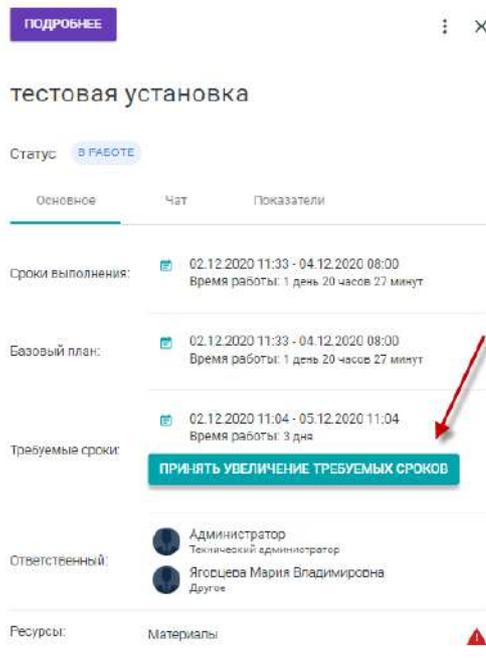

Рисунок 56 — Карточка ПР в режиме просмотра
- Откроется боковая карточка уровня: нажмите на кнопку «Принять увеличение требуемых сроков». Кнопка видна для всех пользователей. Доступна для действий пользователю с ролью «Ответственный» для текущей карточки уровня (см.рис.56);